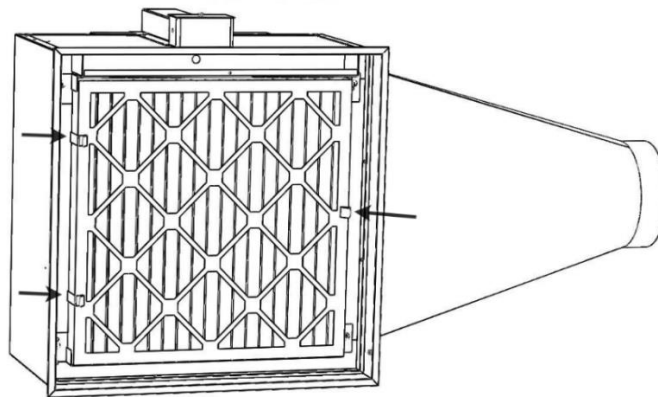

Figure 4. Replacer le filtre et le sécuriser à l'aide des 3 clips à filtre. S'assurer qu'elles sont toutes les trois bien poussées à fond
- h. Remettre le filtre en place et le sécuriser en poussant complètement les 3 clips à filtre (Figure 4). La clip seule est plus difficile à pousser et doit bien mordre dans le carton du filtre afin d'assurer une installation étanche du filtre.